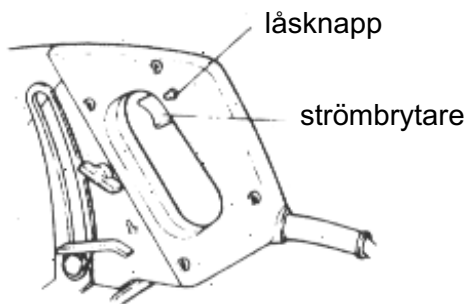

Fig. 10
4. Om låsknappen för strömbrytaren trycks in under arbetes gång låses strömbrytaren så att man inte behöver hålla in den hela tiden (fig 10)